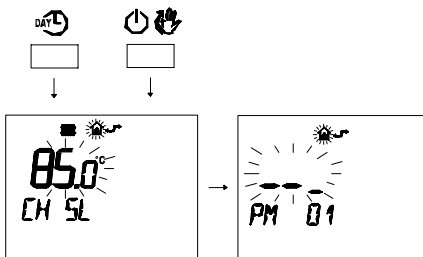

Figura 5.77
- Premere contemporaneamente i pulsanti **DAY** e **ON/OFF** per entrare nella programmazione trasparente (Figura 5.77 ).